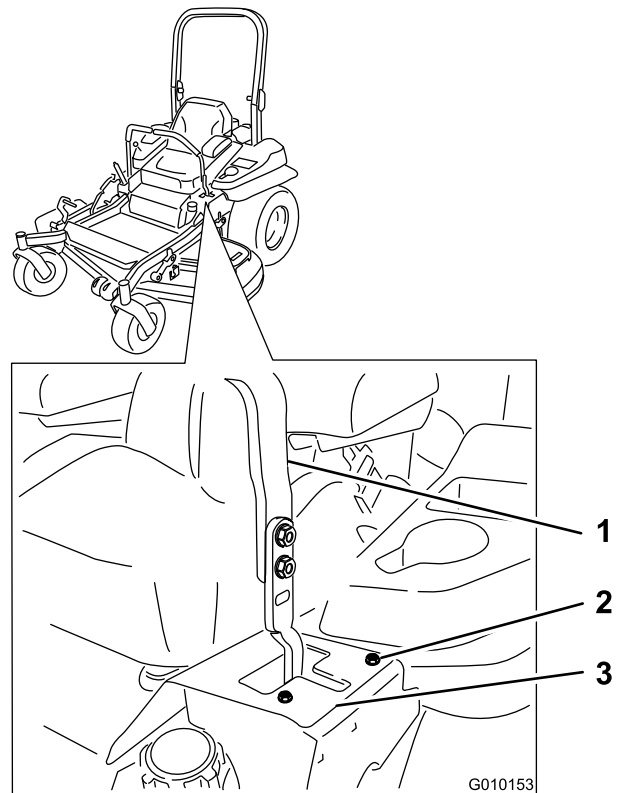

Figura 71
- Si la máquina se desvía hacia la derecha, afloje los pernos y ajuste la chapa del tope izquierdo hacia atrás en la ranura en T de la izquierda hasta que la máquina avance en línea recta (Figura 71).
- Si la máquina se desvía hacia la izquierda, afloje los pernos y ajuste la chapa del tope derecho hacia atrás en la ranura en T de la derecha hasta que la máquina avance en línea recta (Figura 71).
8. Apriete la chapa del tope (Figura 71).